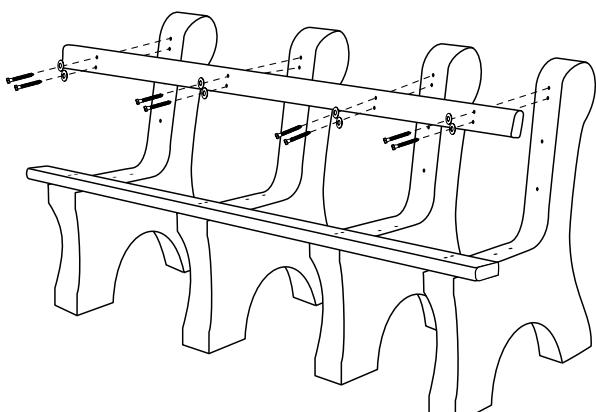

Figure 2
4. Alignez l'autre planchette à bords arrondis sur les deux trous prépercés du haut de la partie dossier des bases de banc. Fixez-la lâchement aux bases de banc à l'aide des vis tire-fonds de 3 1/2 po, des rondelles, de la perceuse et de la douille tournevis de 7/16 po (Serrez les vis plus tard à l'étape 7). (Voir Figure 2)